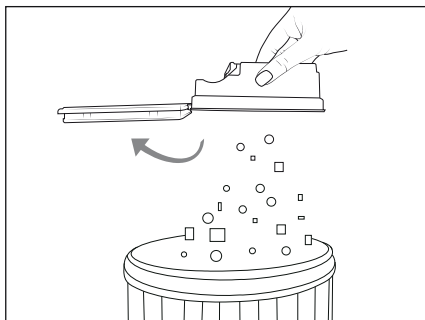

Fig. 8
- 3) Vacíe el contenido del depósito de polvo **12** en un contenedor de residuos (consulte la fig. 8).